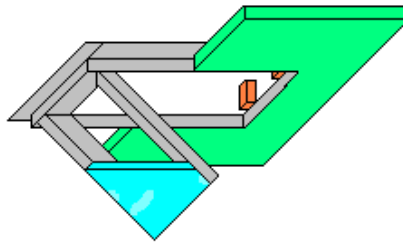

Abb. 3.
- Die Klappe ins Loch so einschieben, dass der kippbare Teil (1) im Außen gerichtet wird und an das ausgeschnittene Loch anpasst. Wenn die Klappe richtig angepasst wird, kann man mit der Festigung beginnen. Zu diesem Weck pollen die Türe geöffnet werden (der fest Teil – 2 mit den Händen festhalten oder mit der Schraubzwinde zur Diele montieren und mit den Schrauben befestigen (Abb. 3)